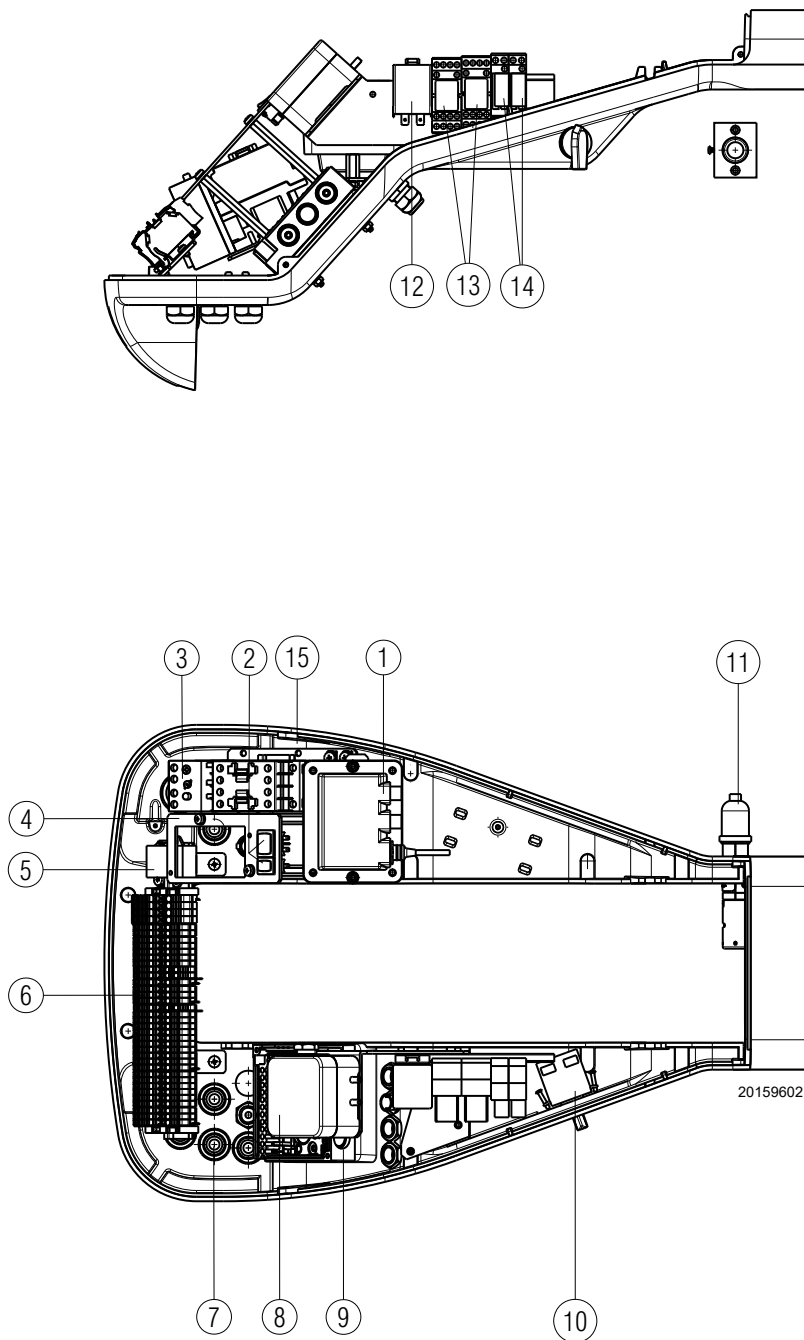

Fig. 6
- **Bloqueo motor:** para desbloquear, presionar el pulsador del relé térmico 3)(Fig. 6).